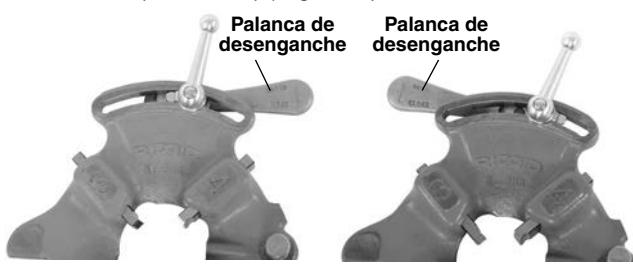

Figura 5 – Posición abierta y cerrada de la palanca
- Coloque la palanca de desenganche en la posición OPEN (ABIERTA) (Figura 5).